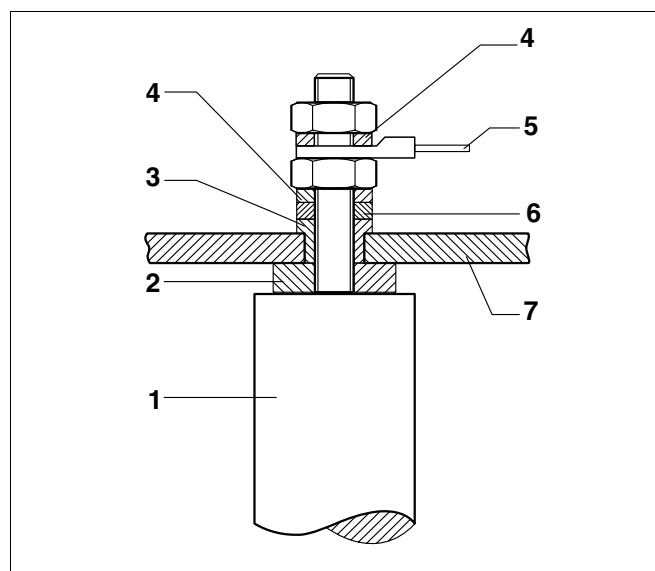

Fig. 7 Installazione dell'anodo di magnesio
- Chiudere l'entrata dell'acqua fredda (EK).
- Svitare dal coperchio d'ispezione superiore le viti a testa esagonale, togliere il coperchio d'ispezione insieme all'anodo di magnesio (fig. 7).
- Svitare dal coperchio d'ispezione superiore le viti a testa esagonale, togliere il coperchio d'ispezione insieme all'anodo di magnesio (fig. 7, pagina 9) .
- Richiudere ermeticamente l'anodo di magnesio (fig. 7, pagina 9).